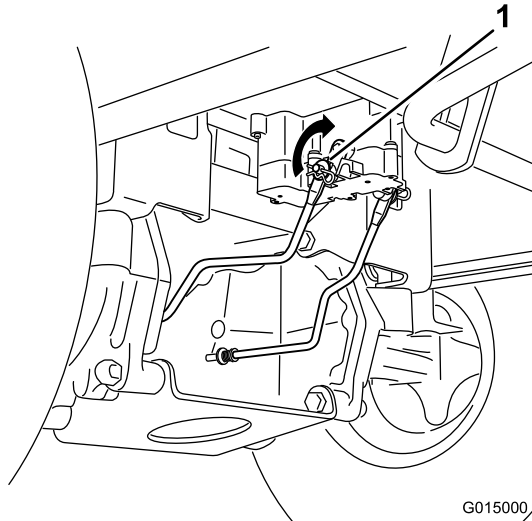

Bild 48
1. Ermitteln Sie die Welle an der elektrischen Bremse, an der die Bremsgestängearme angeschlossen sind (Bild 48).